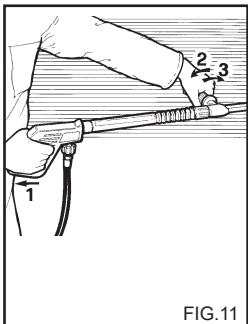
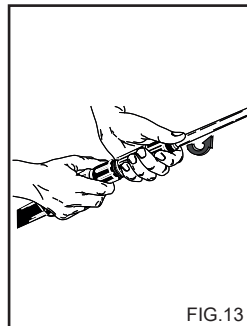

FIG.11
FIG.13
**BRUKE DET DOBLE MUNNSTYKKET ELLER DET JUSTERBARE HODET (fig. 11)**
2) Fjern forlengelsen fra håndtaket og sett inn dobbeltlansen eller lansen med regulerbart hode (fig.13), start høytrykksvaskeren og kommandoen for oppsuging av vaskemiddelet på lansen (fig. 11, 12) og sprut på overflaten som skal vaskes nedefra og opp. La virke i noen minutter